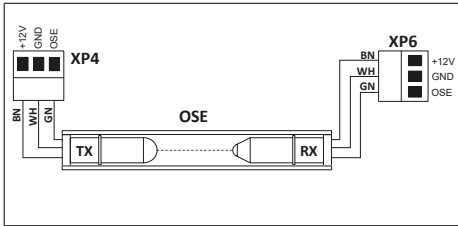

Figure 6 – Bord de sécurité optoélectronique (OSE)
- DIP 1** OFF – bord de sécurité optoélectronique OSE (Figure 6, 8, 9)
- DIP 2** OFF – bord de sécurité OSE à faisceau unique (Figure 6, 8)